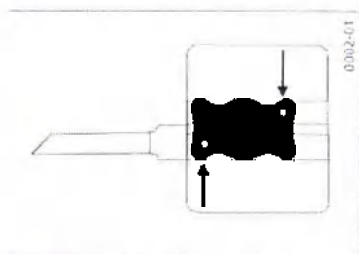
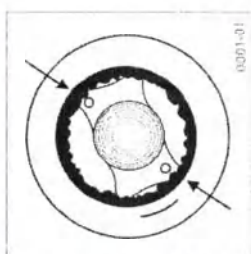

Рис. 2. Пример положения ИОЛ в картридже
Рис. 3. Положение ИОЛ в капсульной сумке
4. ИОЛ с двумя круглыми отметками на галетном элементе необходимо поместить в картридж одной отметкой в верхний левый угол, и второй — в нижний правый угол, как показано на рис. 2. На рис. 3 показано правильное положение отметок ИОЛ в капсульной сумке.